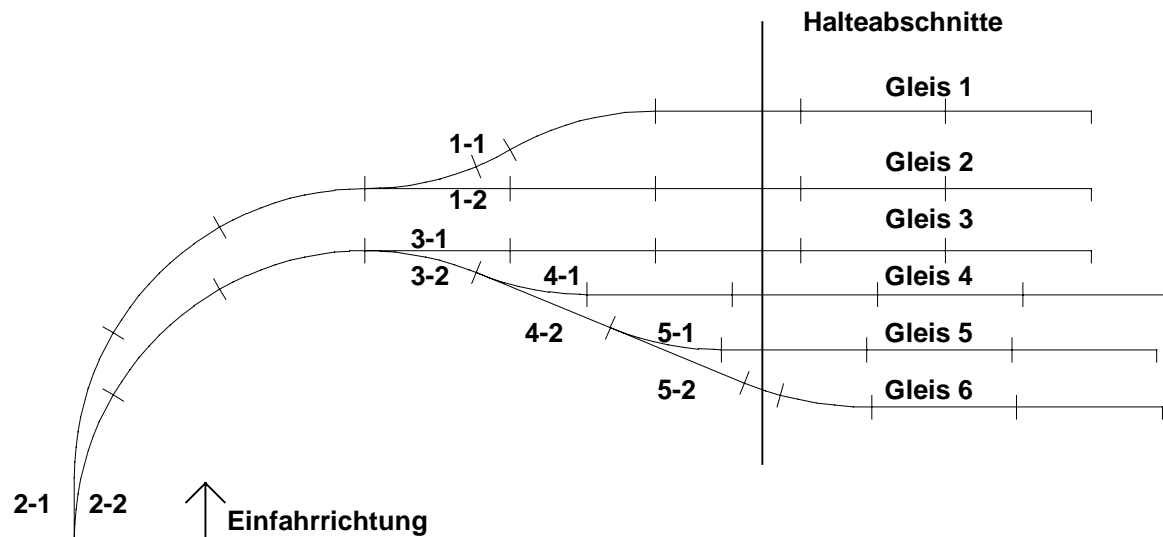

Abb. 2: Schattenbahnhof (vereinfacht) mit sechs Gleisen
- Das Gleiche ist für die weiteren Weichen / Gleise durchzuführen (siehe Abb. 2).